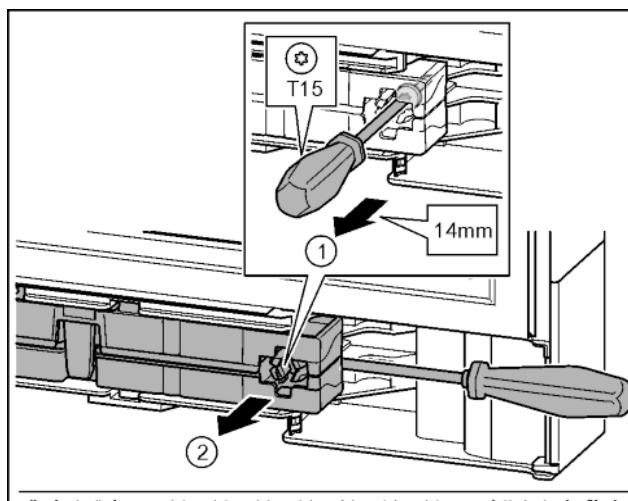

Fig. 21
- ▶ С отвертка T15 отвийте винта на блока на затварящия демпфер с ок. 14 mm. Fig. 21 (1)
- ▶ От страната на дръжката вкарайте отвертка зад блока на затварящия демпфер. Завъртете блока напред. Fig. 21 (2)
- ▶ Извадете блока. Fig. 21 (3)